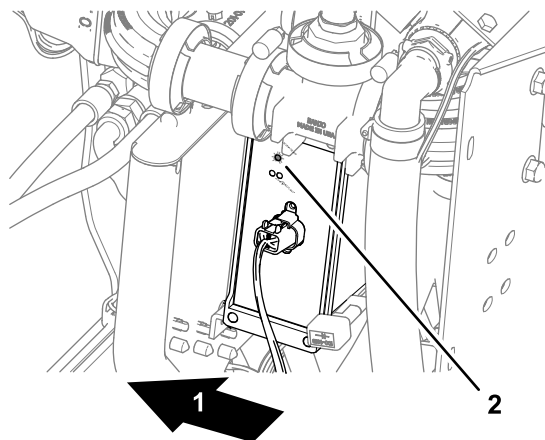

Figura 193
- Controlador automático de secciones – se enciende el indicador de ESTADO (Figura 193)